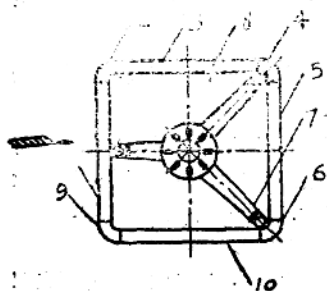

图 11
5. 按图11示順次用直尺、标准軸（將軸穿入導軌軸衬內），精校机框前后左右水平，在两头裝滾筒处应将鋼珠軸承及其托脚裝上后再精校軸的水平。
①将机框托座依照编号装上，要求表面接头处平齐，注意清扫落棉門的方位。
②根据图11所示1、2、3、4、5、6、7、8、9、10编号顺次豎立，組成机架。在豎立过程中要使机框面平齐，按定位肖固紧螺絲。图示编号为：